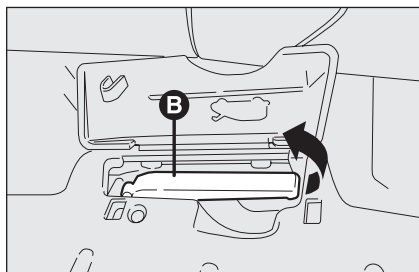

fig. 105
- trek de hendel **B-fig. 105** in de richting van de pijl;